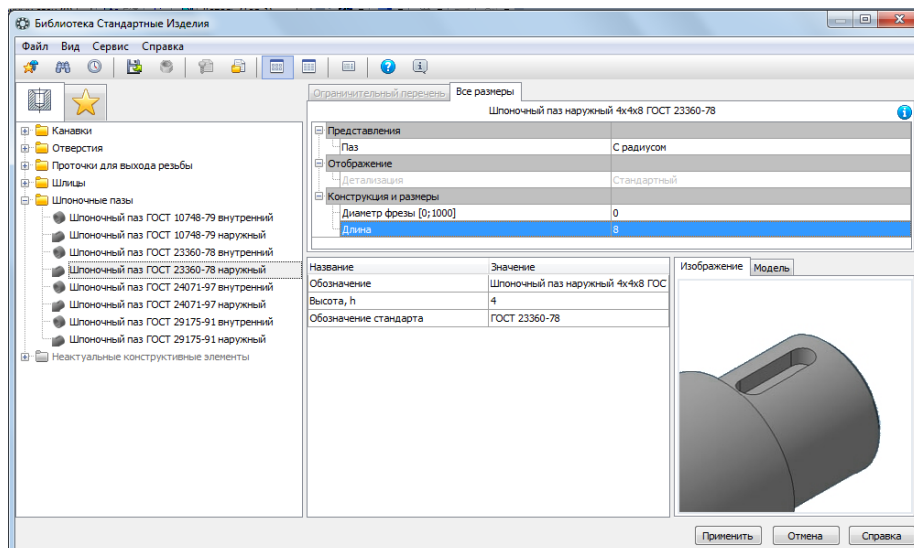

Рисунок 25.
7. После этого появится информационное окно, где будут указаны все параметры будущего шпоночного паза (рисунок 25). Необходимо изменить длину шпоночного паза. Дважды щелкните на размере **длины** и из списка выберите - 8. Нажмите применить.